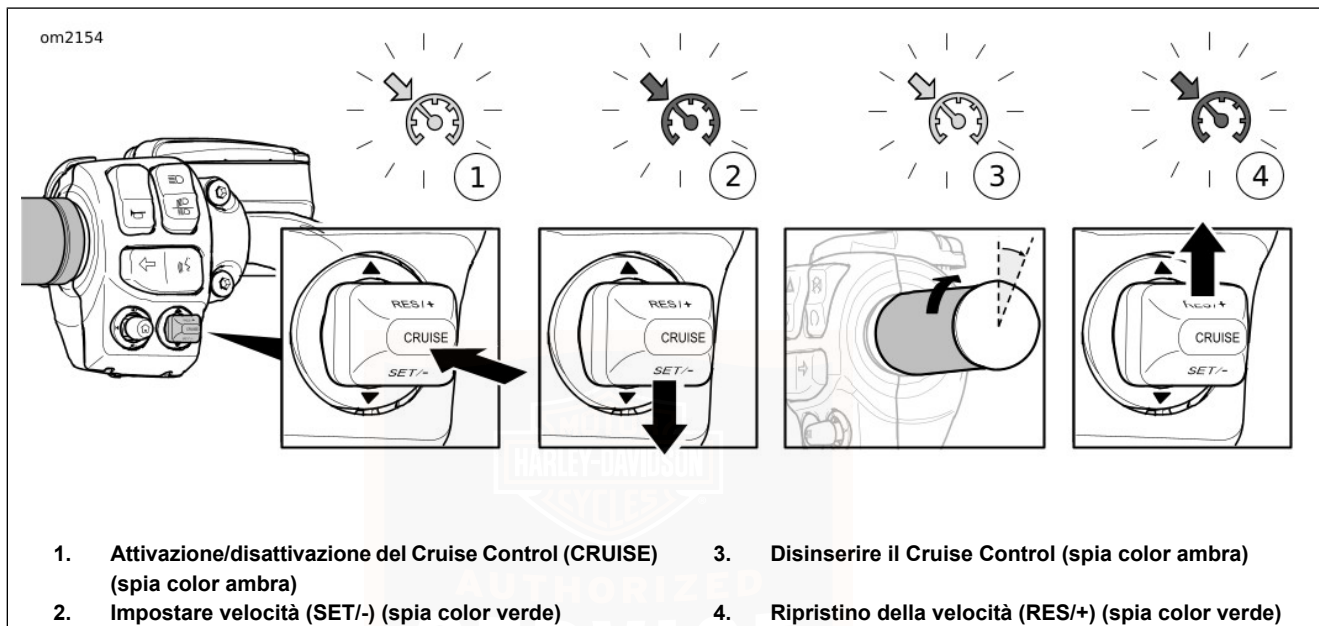

Figura 23. Cruise Control (tipico)
Vedere Figura 23 . Premere l'interruttore CRUISE per attivare il Cruise Control (1). Se attivo, l'icona del Cruise Control viene visualizzata nel quadrante del tachimetro in colore ambra.
Vedere Figura 23 . Quando la motocicletta raggiunge la velocità desiderata, premere il pulsante SET/- per impostare la velocità di crociera (2). L'icona del Cruise Control da colore ambra diventa di colore verde.
Vedere Figura 23 . Per disattivare il Cruise Control, accelerare leggermente con la manopola del gas in modo da percepire lo sganciamento dell'interruttore del Cruise Control (3).
Vedere Figura 23 . Se il cruise control è stato disattivato, ma la spia è ancora di color ambra, premendo l'interruttore RES/+ il cruise control (4) viene ripristinato. L'icona diventa di colore verde. La motocicletta ripristina automaticamente la velocità impostata dal Cruise Control.